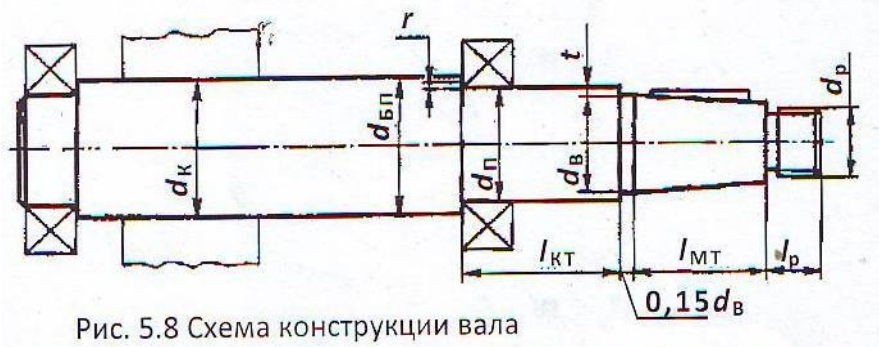
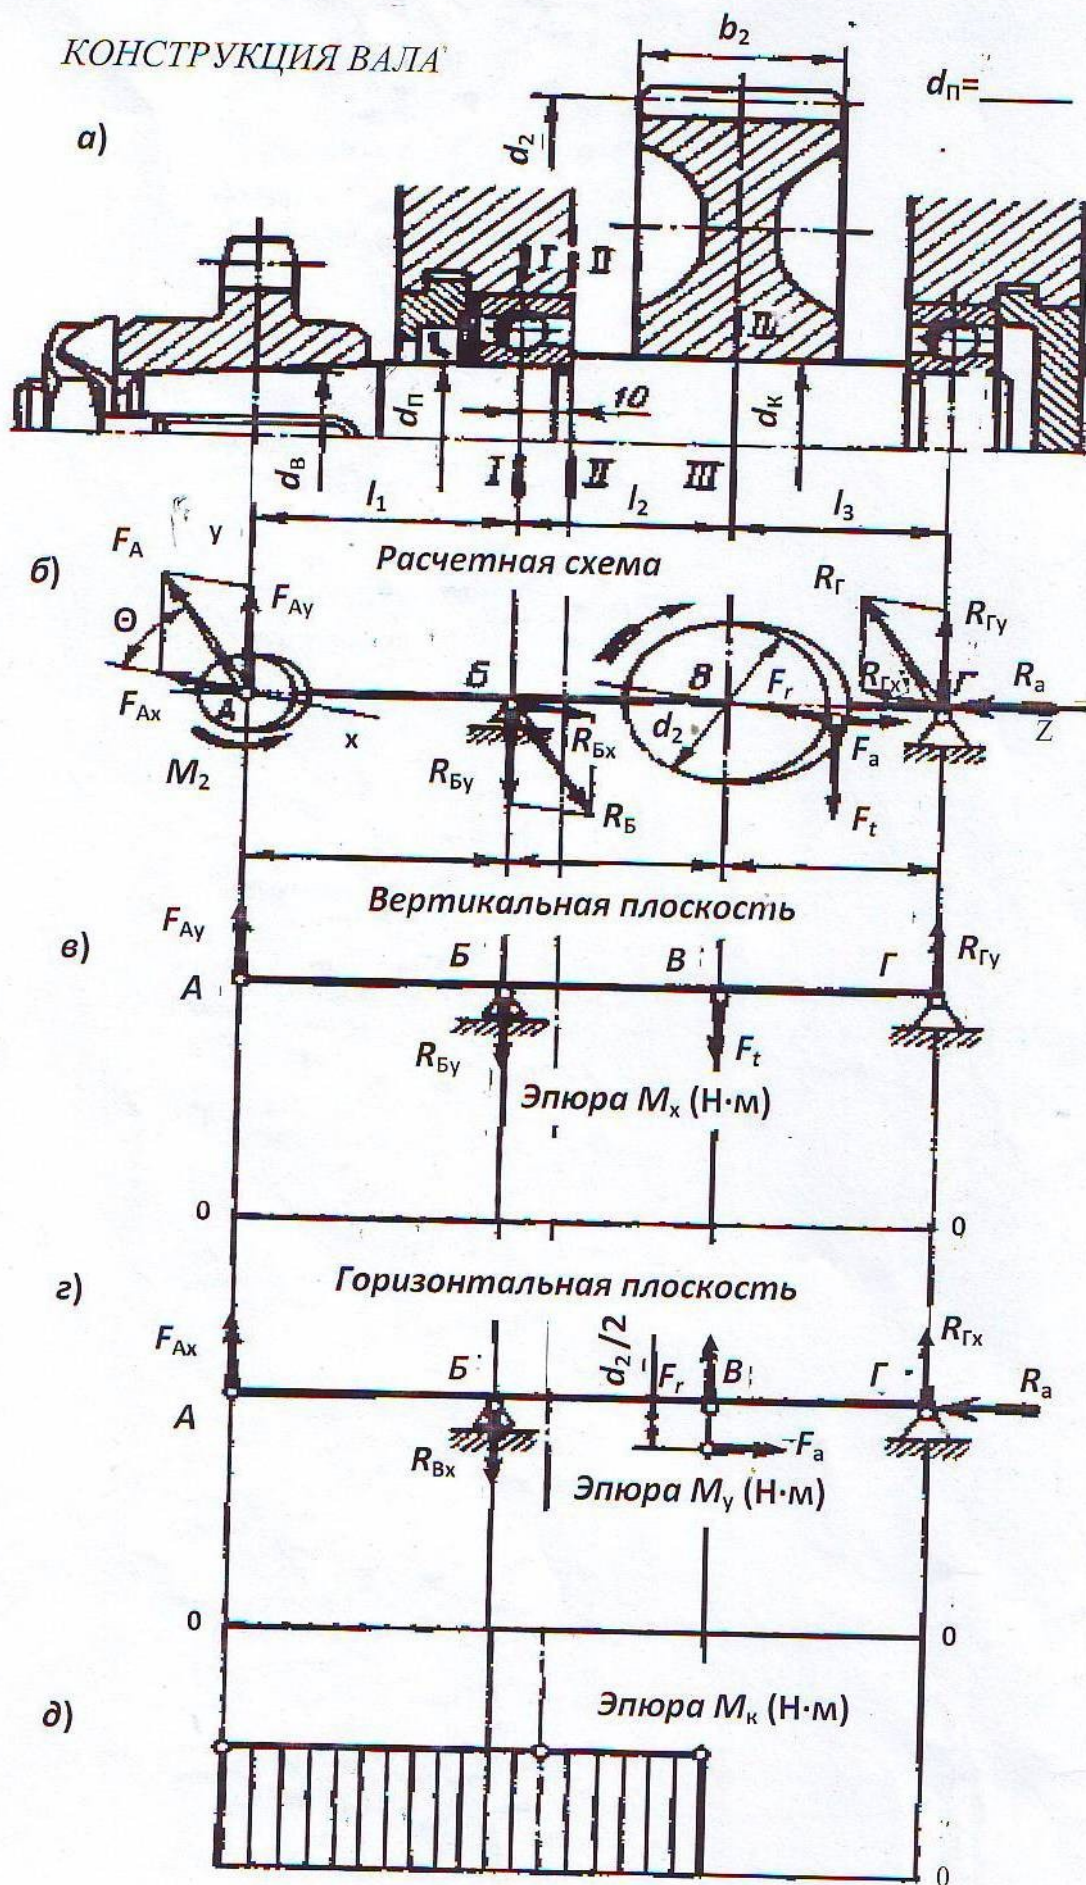

Рис. 5.8 Схема конструкции вала
Рис. 5.9 Схема к расчету вала
1.8 Эскизная разработка конструкции вала и оценка его размеров по чертежам рис.5.8, рис.5.9а конструктивно назначением: l_1, l_2, l_3 :
2. Проверочный расчет вала (см. рис. 5.9)
2.2 Силу F_a , с которой цепная передача действует на вал, раскладываем на составляющие в вертикальной и горизонтальной плоскостях (рис.5.9б)
II.3 Определяем изгибающие моменты в опасных сечениях¹ вала и строим эпюру в вертикальной плоскости (см. рис.5.9в). Определяем реакции опор, Н:
II.4 Определяем изгибающие моменты в опасных сечениях вала и строим эпюру в горизонтальной плоскости (см.рис.5.9г.):
II.6 Определяем крутящие моменты, Н·м, в опасных сечениях (см. рис.5.9,д)